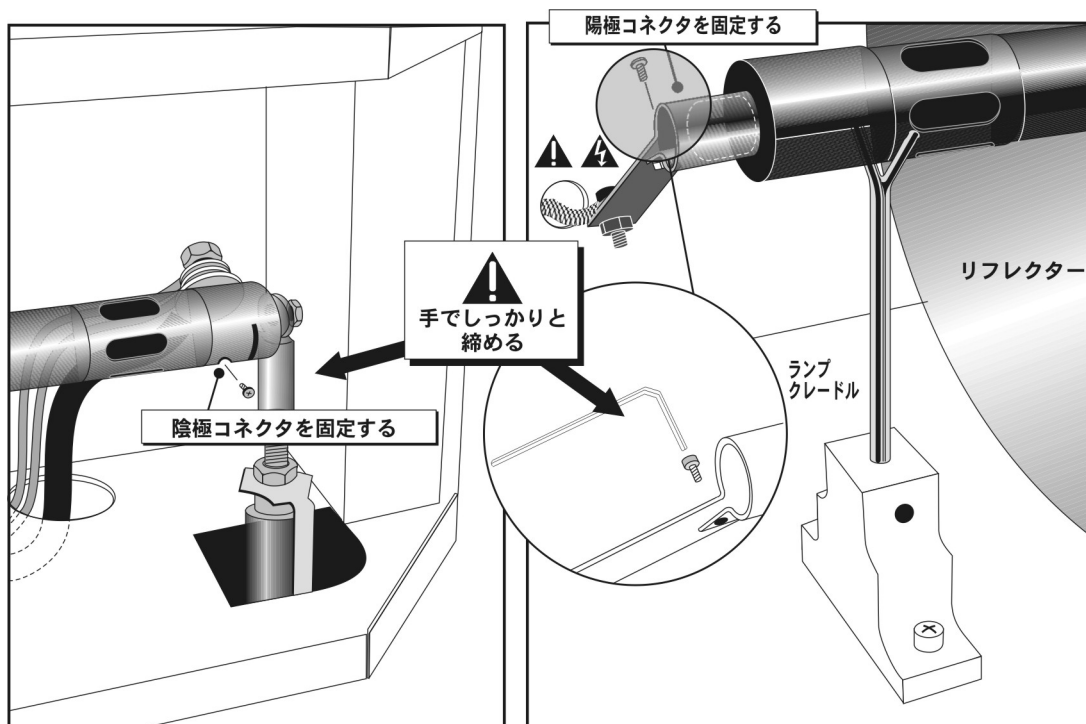

図 4-2 バルブを陰極 (-) および陽極 (+) 接続部分で固定する
1. マイナス／陰極（後部、7/64 インチ）およびプラス／陽極（正面部、3/16 インチ）のネジを緩めます。これらのネジは図 4-2 に示されています。最小トルクを加え、クォーツ製チューブには圧力をかけないでください。
3. マイナス・プラス両方のランプコネクタのネジ式を締め付けます (図 4-2)。